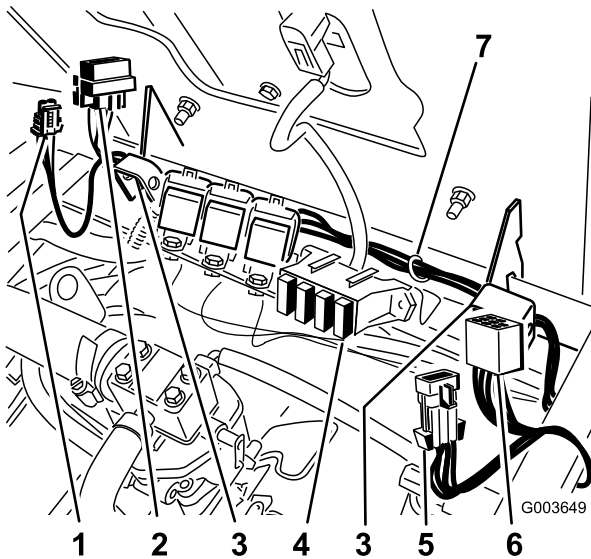

Figura 33
3. Pase el arnés desde el interruptor por la bisagra del asiento hasta el relé que se instaló anteriormente en la válvula (Figura 33).
Instale el fusible en la ranura derecha del bloque de fusibles (Figura 33).